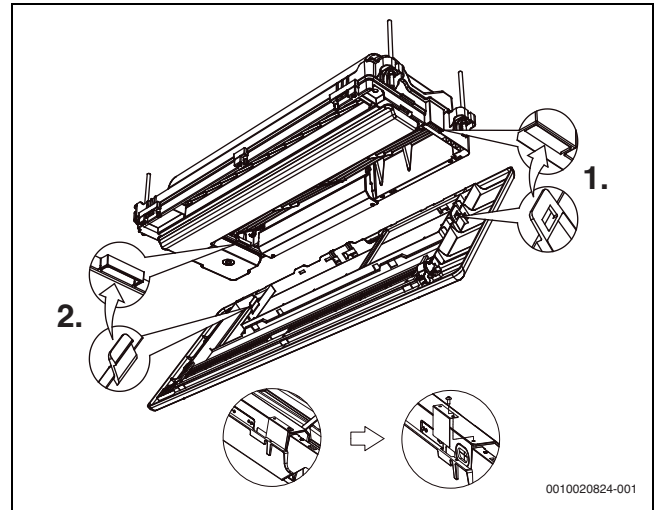

Рис. 18
1. На вспомогательной панели расположены две защелки, с помощью которых производится ее установка. Метод застегивания этих защелок показан на рис. 18.